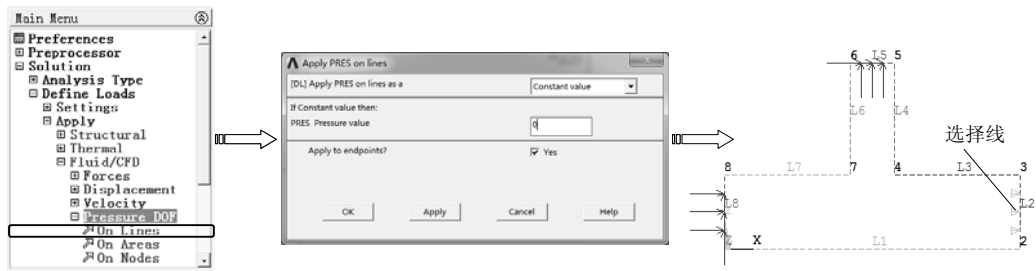

图 10-61 施加出口压力
4) 选择 “Main Menu>Solution>Define Loads>Apply>Fluid/CFD>Pressure DOF>On Lines” 命令, 弹出实体选取对话框, 选择右端竖直线后, 单击“OK”按钮, 弹出“Apply PRES on lines”对话框, 在“Pressure value”文本框中输入数值 0, 单击“OK”按钮完成约束, 如图 10-61 所示。